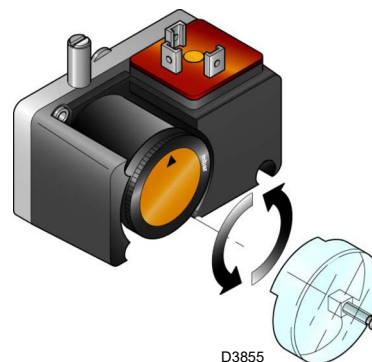

Abb. 30
- Regeln Sie den Minimal-Gasdruckwächter (Abb. 30 auf Seite 34) auf den Skalenanfang.
Den Gas-Mindestdruckwächter (Abb. 30) nach erfolgter Einstellung des Brenners, der Gasventile und des Stabilisators der Gasarmatur einstellen.